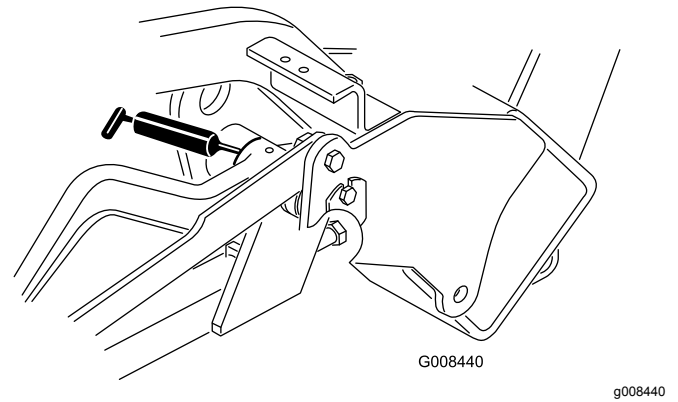

Figure 29
- Bras de levage (3) (Figure 29).